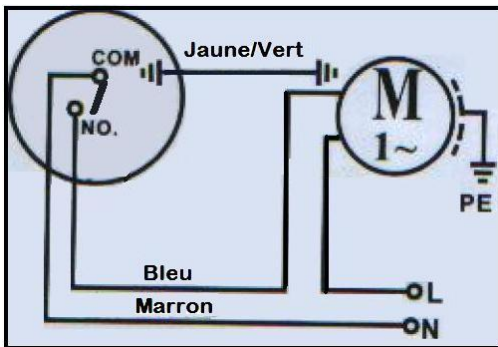
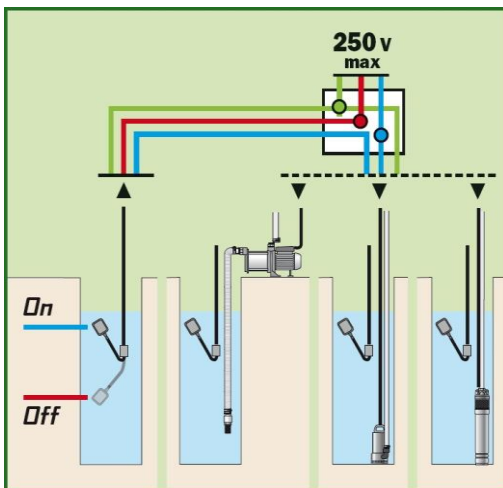

Fig.4
Fig.5
4.3- Collegamento (Fig.4, Fig.5)